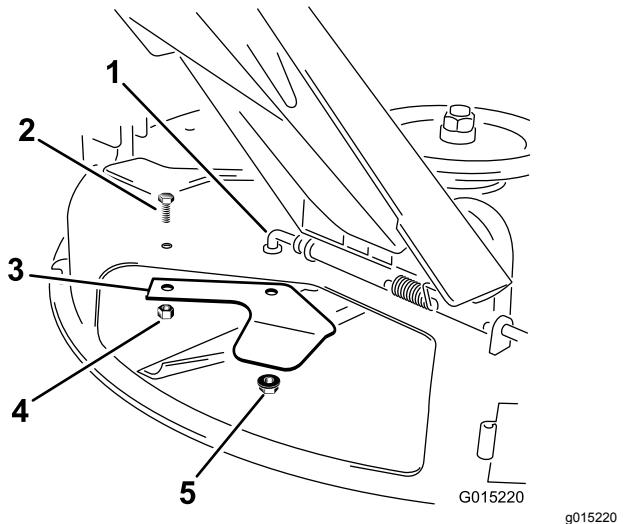

Figura 19
2. Retire las contratuerca y el perno que sujetan la chapa deflectora a la parte inferior de la carcasa de corte (Figura 19). Guarde todas las fijaciones.